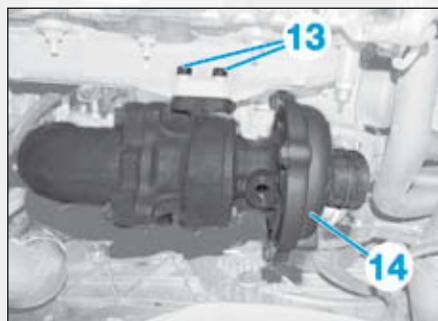

FIG.44
- les 2 vis supérieures (13) (Fig.44),
- le turbocompresseur (14).